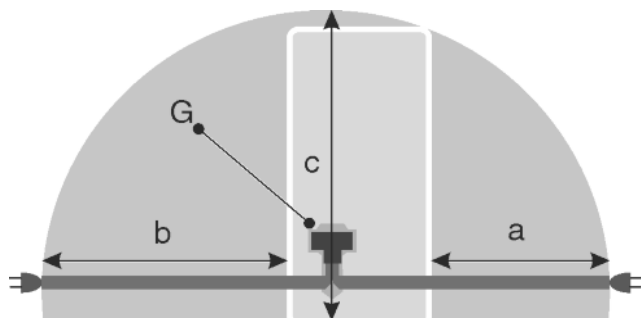

Fig. 23
- La prise de courant est en dehors de la zone postérieure de l'appareil dans la zone concernée. Fig. 23 (a, b, c)
- Introduire la fiche de l'appareil Fig. 23 (G) au dos de l'appareil. Veiller à ce qu'elle s'introduise correctement.